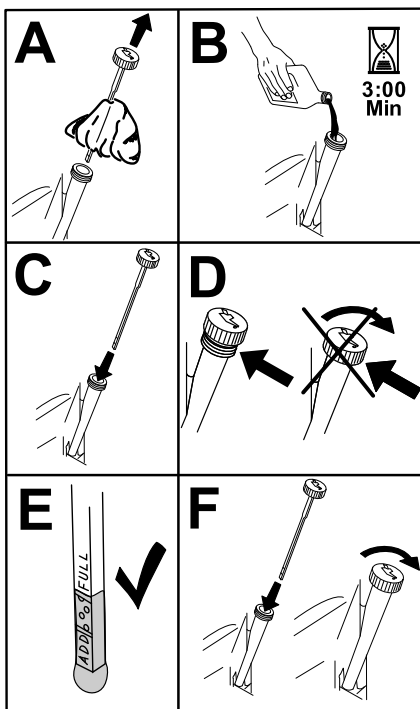

Figure 36
6. Versez lentement environ 80 % de l'huile spécifiée dans le tube de remplissage, puis faites l'appoint lentement pour faire monter le niveau jusqu'au repère maximum (**Full**) (Figure 36).